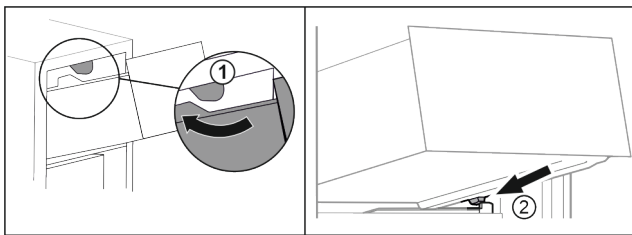

Fig. 101
- Umetnite ladicu oko gornjih zaustavljača. Fig. 101 (1)
- Stavite ladicu ukoso iza donjih zaustavljača na žlijebu spremnika. Fig. 101 (2)